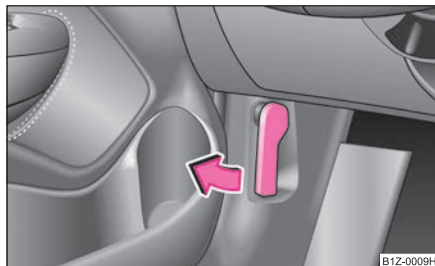

Fig. 194 Maneta de deblocare a capotei motorului
- Trageți maneta de deblocare de sub bord, pe partea conducătorului ⇒ fig. 194.
- Deblocați capota motorului ⇒ fig. 194.